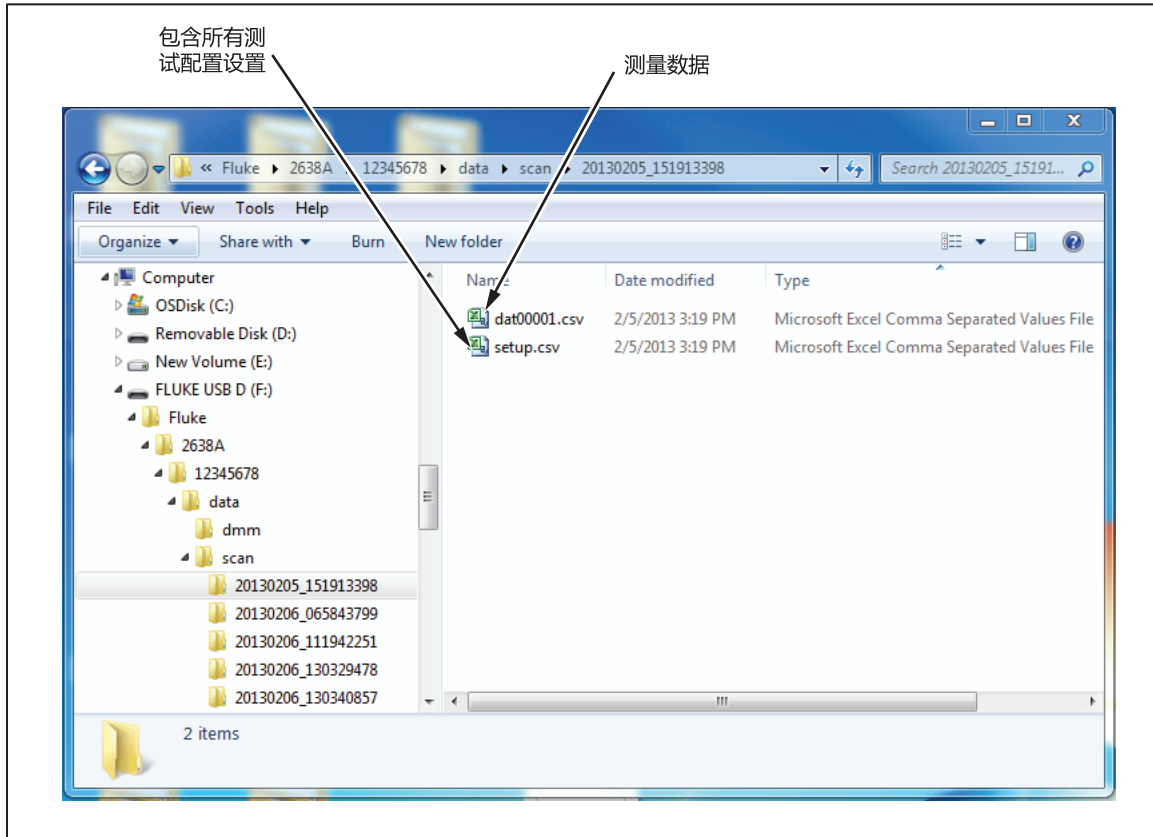

图 4-8.Setup.csv 和 Dat00001.csv Files
5. 浏览到数据文件夹，如下所示（有关文件夹结构的示例，请见图 4-8）：
- 6. 选择要打开的文件，然后双击该文件。以时间戳命名的数据文件夹中包含两份逗号分隔值 (.csv) 文件：**setup.csv** 和 **dat00001.csv**。setup.csv 文件包含记录数据时配置的所有测试参数。dat00001.csv 文件包含记录的所有测量数据。请见图 4-8。